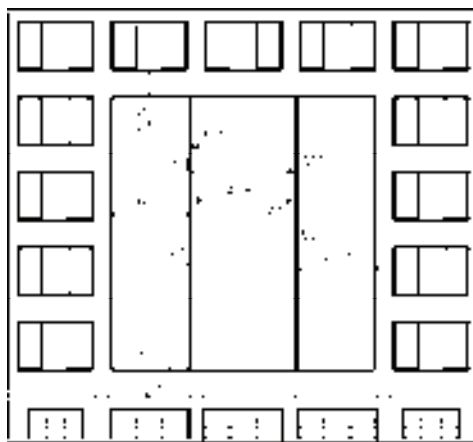

图 15-149 绘制墙面装饰轮廓线
18) 绘制墙面装饰轮廓线。调用“矩形”命令和“偏移”命令，绘制并偏移矩形，结果如图 15-149 所示。